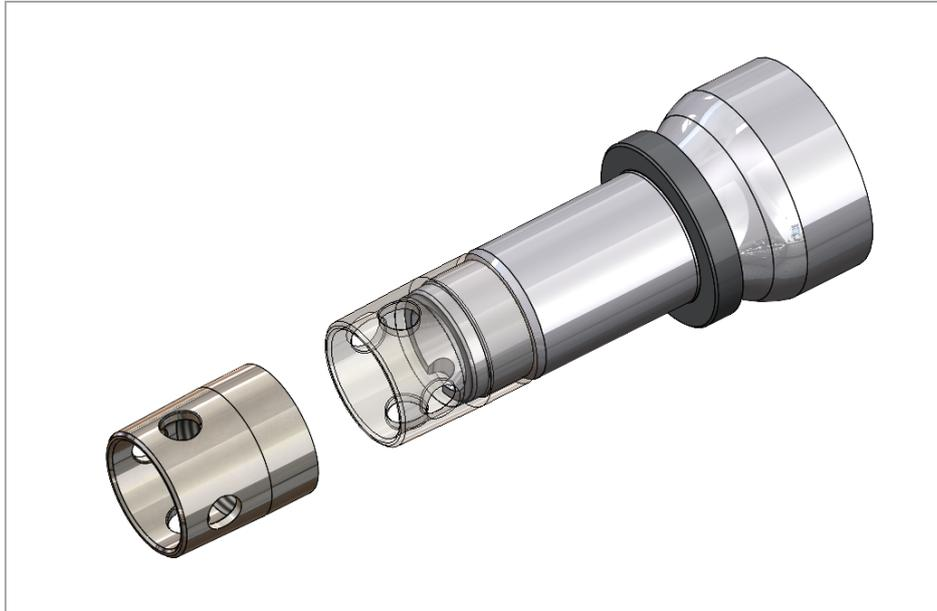

Рис. 8. Установка муфты защиты на резьбу цапфы.
1) Установите муфту защиты на резьбу цапфы (рис. 8).